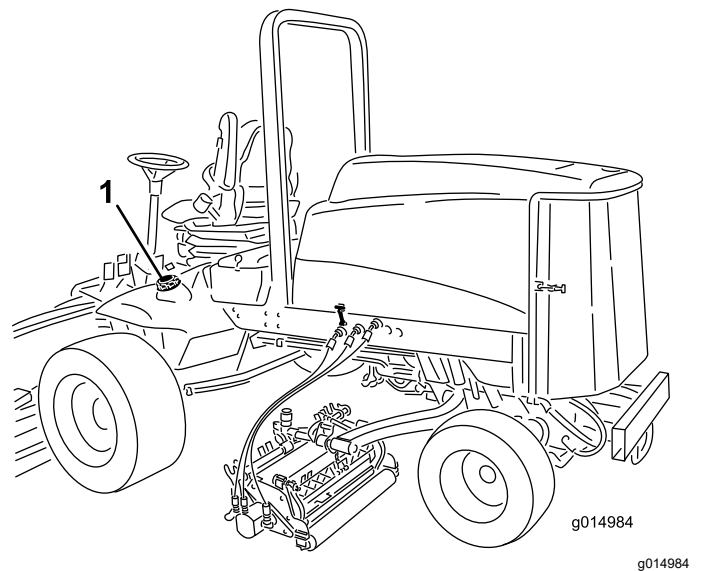

Figura 35
3. Retire el tapón del depósito de combustible (Figura 35).